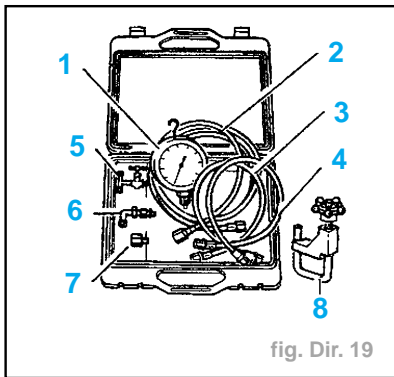

fig. Dir. 19
Outils spécial (fig. Dir. 19)
- Pincer le tuyau réservoir-pompe avec l'outil (8) (fig. Dir. 19).